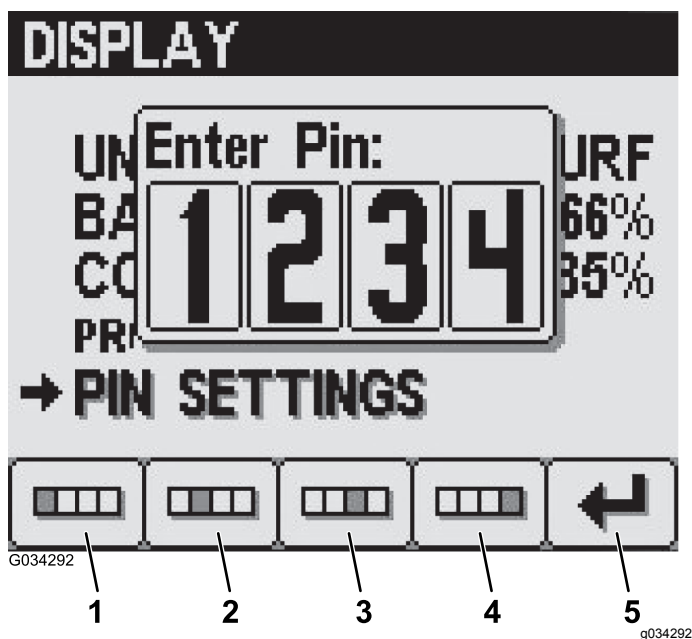

Figura 24
3. Premete i pulsanti dall'1 al 4 per inserire il codice PIN. Quando completate l'inserimento del PIN, premete il pulsante 5 (Figura 24).
4. Nella schermata di inserimento del vecchio PIN, inserite il vostro vecchio PIN utilizzando i pulsanti da 1 a 4 e premete il pulsante 5 quando completate il PIN (Figura 24).